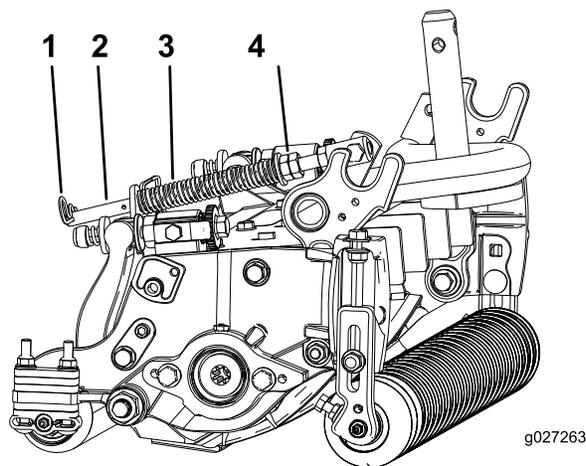

图19
1. 确保发卡销安装在弹簧杆的后孔内 图19。
2. 拧紧弹簧杆前端的六角螺母直至压缩后的弹簧长度为 12.7cm 请参阅 图19。